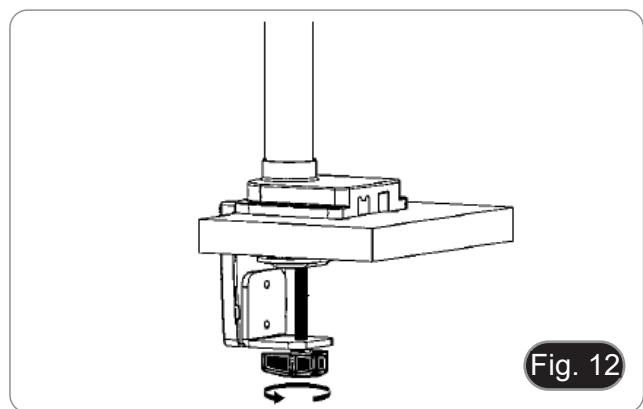

Fig. 12
5. Coloque a cobertura de plástico (H) no suporte do grampo e, em seguida, fixe o conjunto à mesa, aparafusando o botão de fixação. (Fig. 12)
- NOTA: A cobertura de plástico (H) também serve de contetor para as chaves Allen utilizadas para a montagem e ajuste da tensão das várias peças.